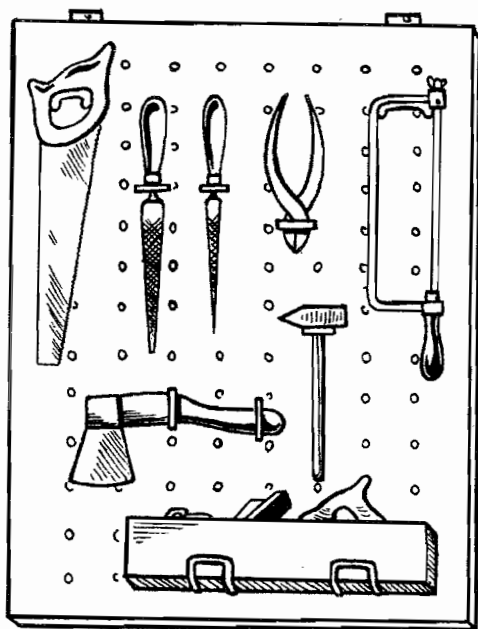

Рис. 36. Щит с отверстиями.
*Щит с отверстиями* (рис. 36) удобен тем, что вешается на стену, а следовательно, занимает мало места